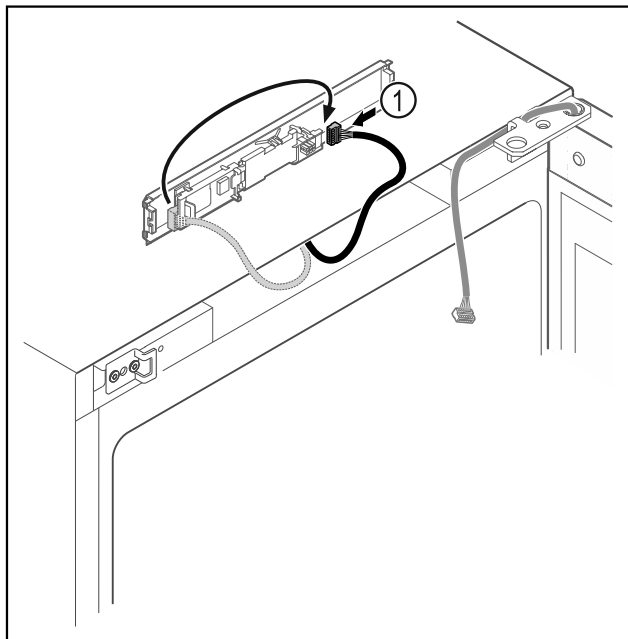

Fig. 17
- Переставьте штекер Fig. 17 (1) на панели.